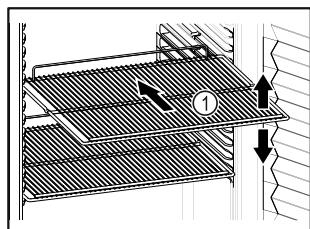

Fig. 50 Reprezentare exemplificativă
- Dacă grătarele tip poliţă Fig. 50 (1) pot fi mutate, adaptaţi-le în funcţie de înălţime.